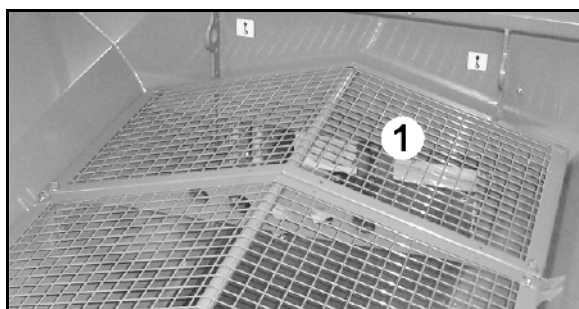

Рис. 57
- гранулированных удобрений: установите решетки (Рис. 57/1) и зафиксируйте при помощи пальцев с пружинной защелкой!